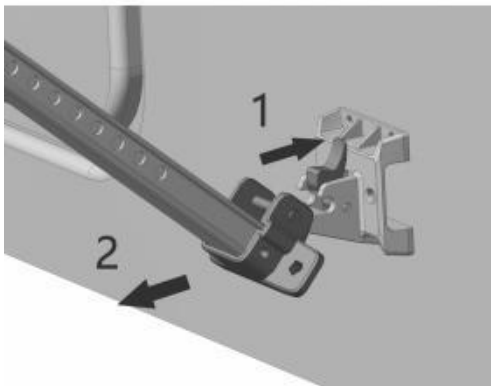

Abbildung D10
g. Lösen Sie die Verriegelung der unteren Montagehalterung und stellen Sie das Teil senkrecht auf den Boden. (Abbildung D10)